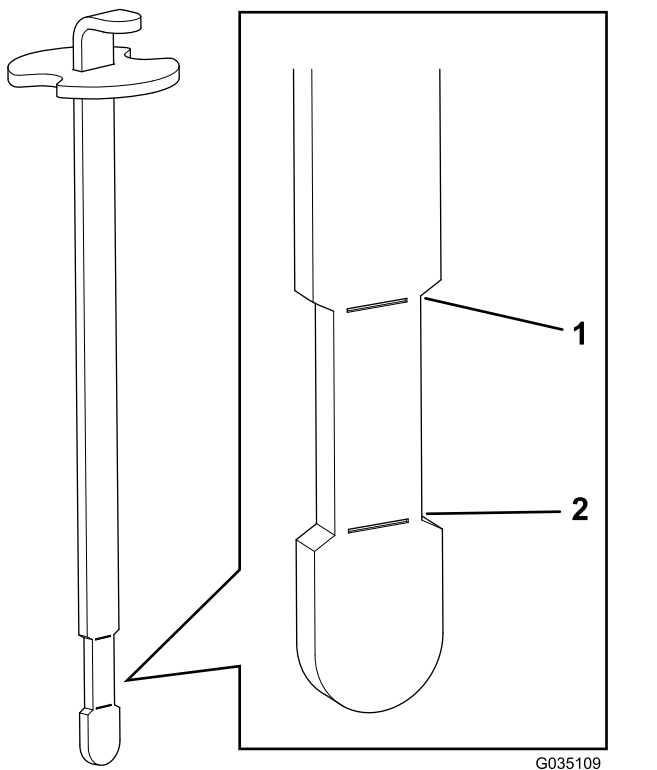

Figura 43
6. Inserte la varilla en el cuello de llenado; luego retírela y compruebe el nivel del fluido (Figura 43).